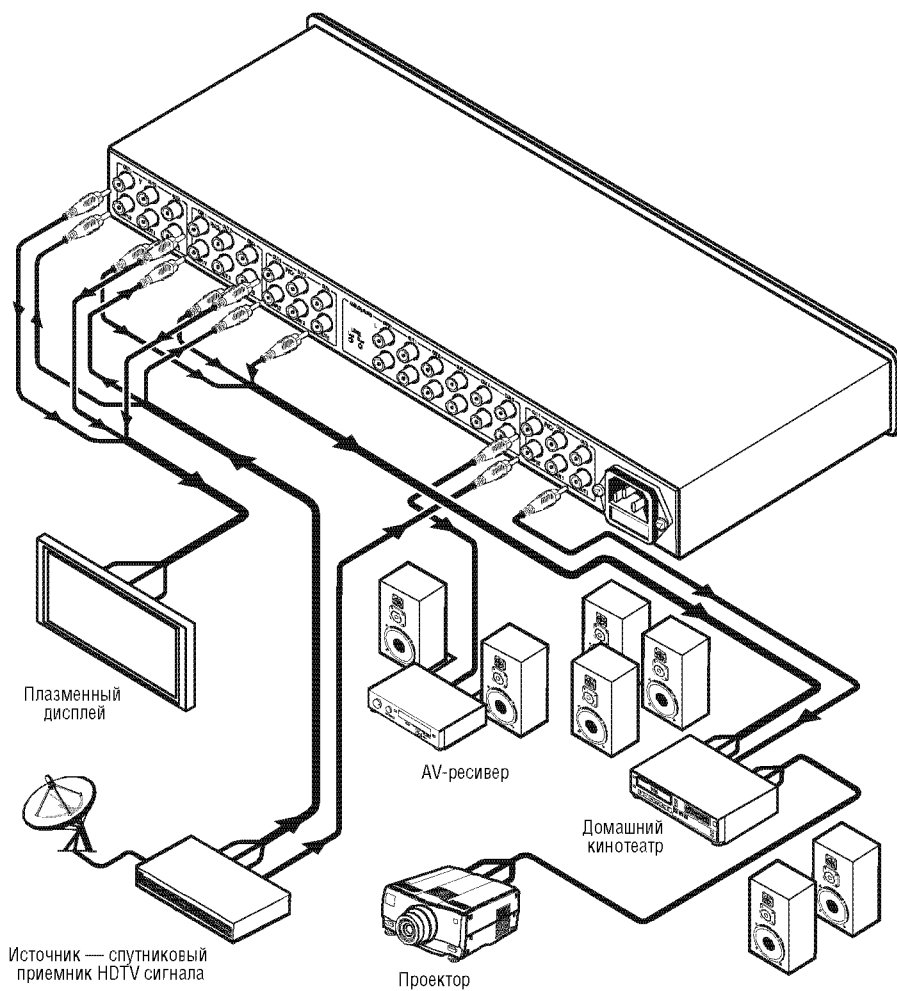

Рис. 3. Подключение усилителя-распределителя VM-50CA
Пример подключения источника и получателей сигнала к **VM-50CA** показан на рис. 3. Для подключения выполните следующее1:
3. Подключить шнур электропитания (не показан на рис. 3)4.
3 Вместо этого, или в дополнение, подключите RCA-разъемы ANALOG AUDIO (не показаны на рис. 3)